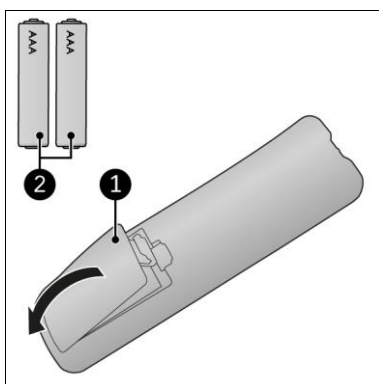

Figure 15
1. Retirez le couvercle (Figure 15, pos. 1).
3. Insérez deux piles (AAA 1,5 V) (Figure 15, pos. 2) comme indiqué dans le compartiment à piles. Veillez à insérer les piles correctement.